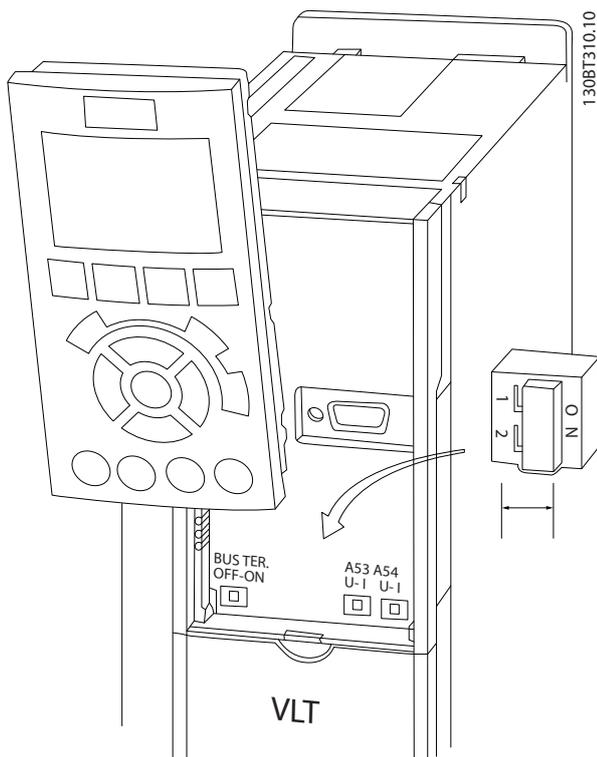

Рисунок 2.22 Расположение переключателей клемм 53 и 54
- Доступ к переключателям можно получить, сняв крышку LCP (см. Рисунок 2.22). Обратите внимание, что некоторые дополнительные платы для устройства могут закрывать данные переключатели, и для изменения позиции переключателя их потребуется снять. Всегда отключайте питание устройства перед снятием дополнительных плат.